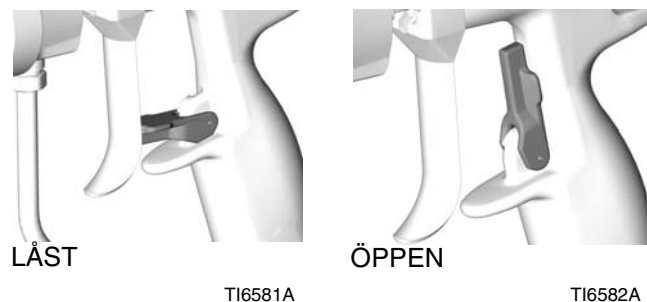

FIG. 12
1. Lås avtryckarspärren. Se FIG. 12.
4. Frigör avtryckarspärren. Se FIG. 12.
7. Lås avtryckarspärren. Se FIG. 12.